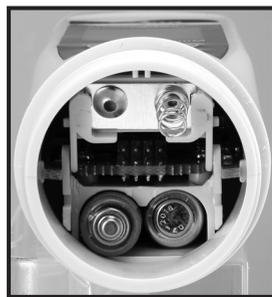

Fig. 2
- Tirare il coperchio del vano batterie nella direzione inversa rispetto a quella della freccia per aprire il vano. Il coperchio del vano batterie può restare aperto (vedere Fig. 2).